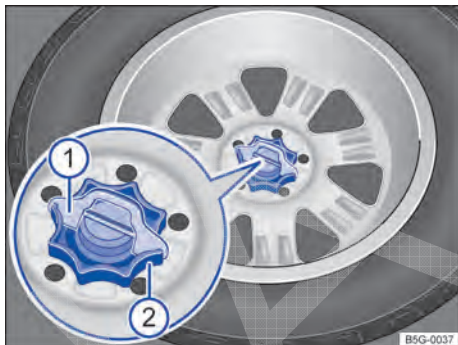

Fig. 237 No compartimento de bagagem: manípulo para fixação da roda sobressalente.
- Se necessário, retirar o calço de proteção contra giro → Fig. 237 ① puxando-o para cima.
- Girar totalmente o manípulo localizado no meio da roda sobressalente ② no sentido anti-horário, e remover a roda sobressalente.